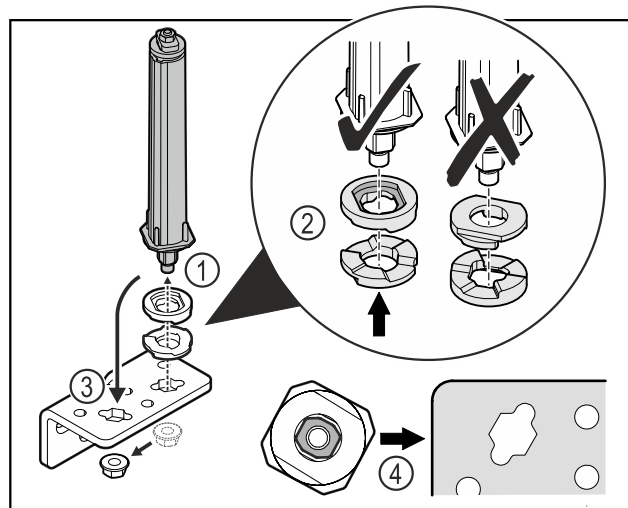

Fig. 27
- Atlaisvinkite veržlę ir pašalinkite durų uždarymo sistemą Fig. 27 (1).
- Atkreipkite dėmesį į tai, kad aukščio reguliavimo poveržlės būtų tinkamai išlygiuotos Fig. 27 (2).
- Perkelkite durų uždarymo sistemą šarnyriniame kampuočiuje ir užfiksuokite veržlę Fig. 27 (3).
- Įstatydami atkreipkite dėmesį į tai, kad durų uždarymo sistema būtų tinkamai išlygiuota Fig. 27 (4).